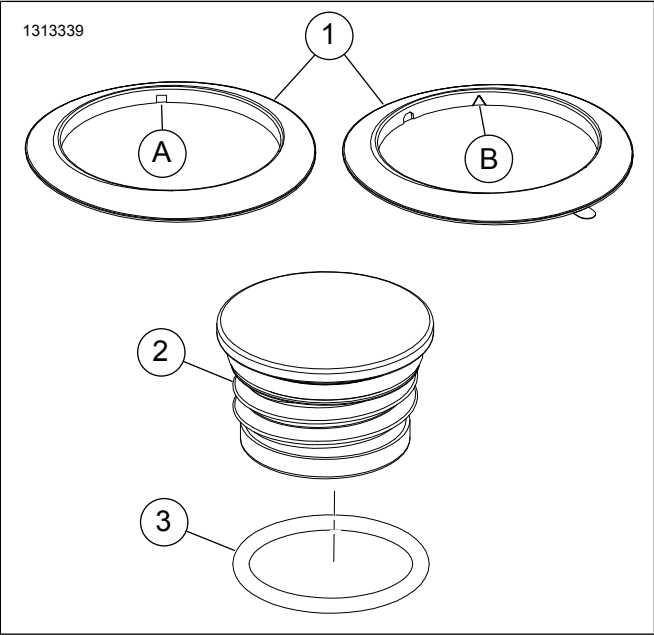

图4。维修零件：快速安装型燃油箱盖套件
参见图4和表1。
6. 参见图4。确定底部装饰环对应燃油箱轮廓的最佳位置。